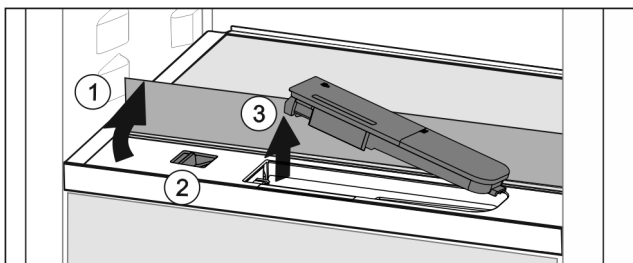

Fig. 44
- ▶ Повдигнете стъклената плоча и я завъртете до ограничителя назад Fig. 44 (1).
- ▶ Преместете плъзгача Fig. 44 (2) наляво.
- ▶ Извадете резервоара за вода Fig. 44 (3).